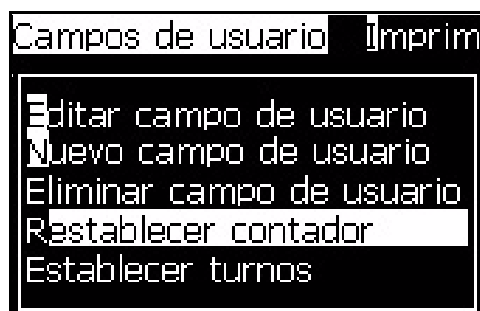

Figura 5-29. Seleccione *Reset Counter (Restablecer contador)*
- 2 Seleccione la opción *Reset Counter (Restablecer contador)* (consulte Figura 5-29).